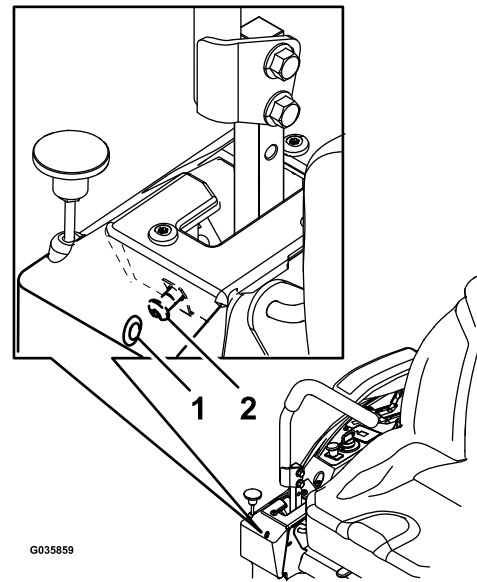

Figura 55
6. Si la máquina se desvía hacia la derecha, inserte una llave hexagonal de 3/16" a través del taladro de acceso en el panel de la cubierta delantera derecha, y gire el tornillo de dirección en el sentido de las agujas del reloj o en sentido contrario a las agujas del reloj para ajustar el desplazamiento de la palanca (**Figura 55**).
7. Si la máquina se desvía hacia la izquierda, inserte una llave hexagonal de 3/16" a través del taladro de acceso en el panel de la cubierta delantera derecha, y gire el tornillo de dirección en el sentido de las agujas del reloj o en sentido contrario a las agujas del reloj para ajustar el desplazamiento de la palanca (**Figura 55**).